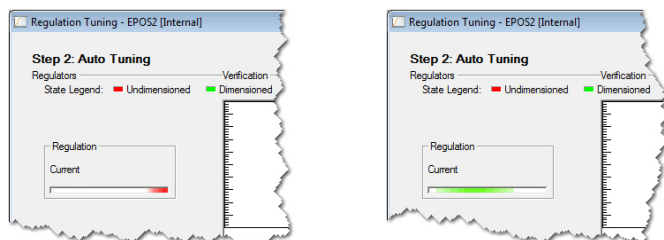

図 3-33 制御ゲイン・チューニング ステータス・バー
- ・ まず始めに、制御ゲインの調整を行います。その間、モータ出力軸は振動し、モータから異音が発生します。また、ステータス・バーは赤色で動いています。（➡ 図 3-33, 左側）
- ・ 次に、見つけられた制御ゲインはモータを動かし確認します。そのときステータス・バーは緑色に変わり動いています。（➡ 図 3-33, 右側）